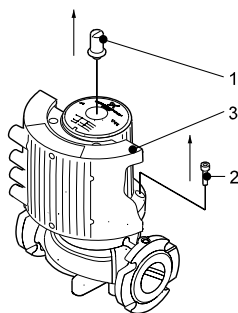

Fig. 1 Enlèvement de la boîte à bornes
1. Dévisser la vis d'inspection (1) et les quatre vis Allen (6 mm) (2) dans la chemise du stator, voir fig. 1.